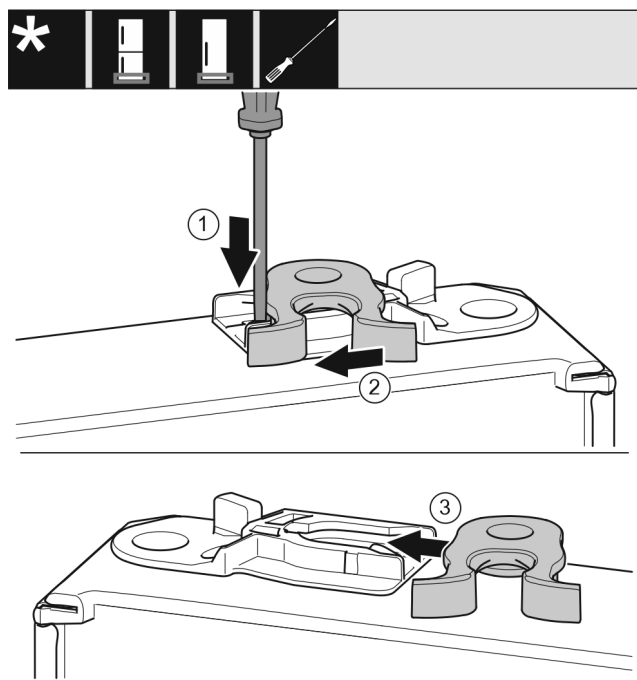

Fig. 51 *
- ▶ 用带槽螺丝刀向下按住接片 Fig. 51 (1)。*
- ▶ 将锁钩 Fig. 51 (2)从导向装置拉出。*
- ▶ 将另一侧的锁钩 Fig. 51 (3)推入导向装置。*